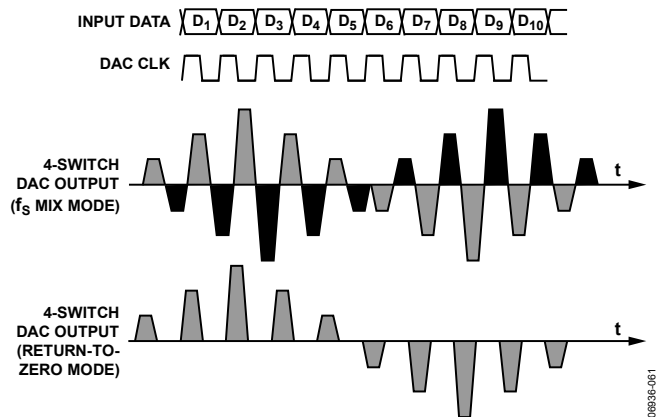

図 64. ミックス・モードとゼロ復帰モードでの DAC 波形
クワッドスイッチ・アーキテクチャは、ミックス・モードとゼロ・リターン (RZ) モードの2つの動作モードを追加でサポートしています。この2つのモードの波形を図 64 に示します。ミックス・モード時は半クロック・サイクルおきに出力が反転します。これにより、サンプリング・レートで DAC 出力がチョッピングされます。このチョッピングにより、sinc ロールオフを DC から f_{DAC} に周波数シフトできます。さらに出力スペクトルに対するもう1つのちょっとした効果もあります。シフトされたスペクトルは、 $2 \times f_{DAC}$ が最初のヌル点となる2番目の sinc 関数を形成します。これは、データがクロック・レートの2倍でランダムに変化するのではなく、単に繰り返されるためです。